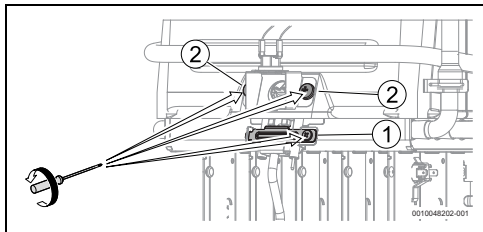

Bild 21
- Befestigungsschraube der Zündbrennerhalterung entfernen, Abb. 21, [1].
- Befestigungsschrauben der Halterung der Einrichtung zur Zustandsüberwachung der Brennkammer entfernen, Abb. 21, [2].